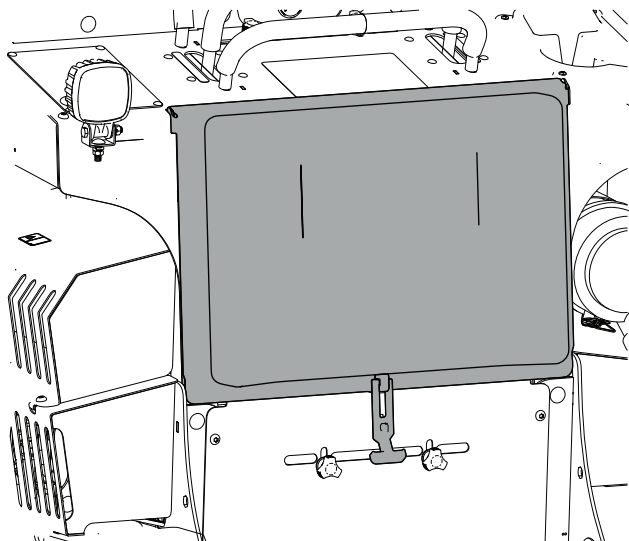

Bild 28
- Entfernen Sie das Polster von der Bedienerplattform (Bild 28).